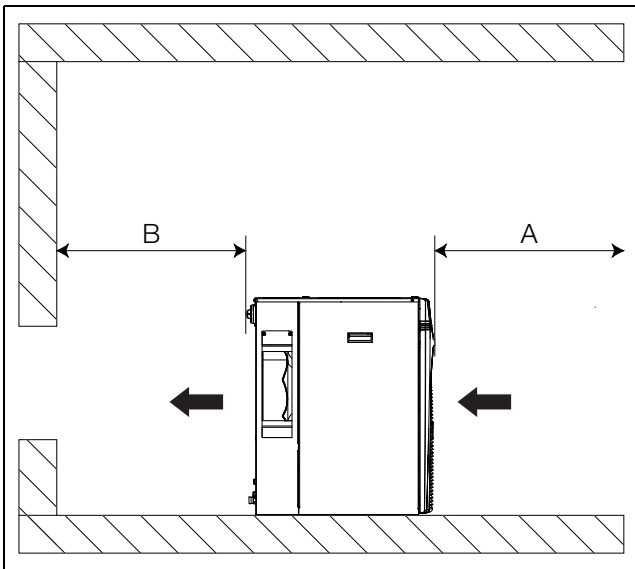
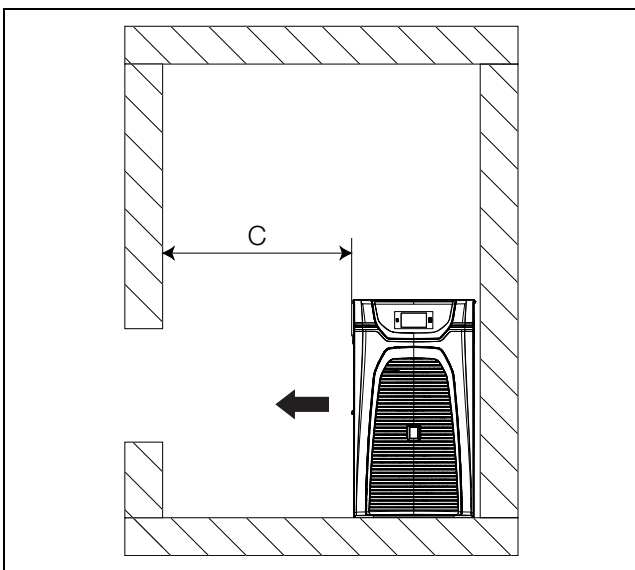

Imagen 30: Distancias mínimas delante/detrás
Imagen 31: Distancias mínimas laterales
- Para no obstaculizar la salida del aire caliente debe mantenerse libre el acceso como mínimo de una de las aberturas (izquierda o derecha) (cf. imagen 31). Para facilitar la conexión de las conducciones de alimentación, así como las tareas de mantenimiento y reparación deberían mantenerse las distancias mínimas indicadas en la imagen 30.
- También para evitar un «cortocircuito» (mezcla de aire de entrada y salida) y garantizar la máxima potencia de refrigeración deben mantenerse las distancias mínimas indicadas en la imagen 30.